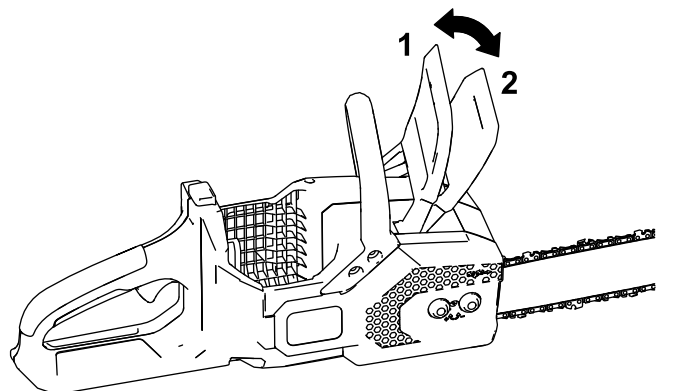

Figura 27
- Ponga el freno de la cadena moviendo el freno de la cadena hacia adelante a la posición de PARADA (Figura 27).
- Quite el freno de la cadena moviendo el freno de la cadena hacia atrás, a la posición de MARCHA (Figura 27).
4. Asegúrese de que el freno de la cadena esté en la posición de MARCHA (Figura 27).